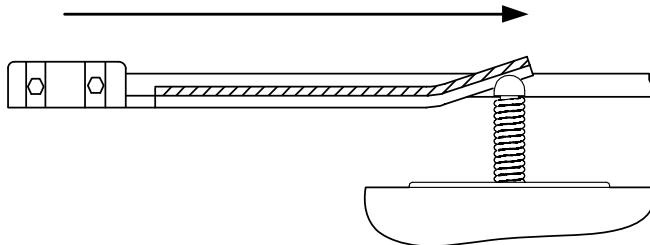

Рисунок 9. Кронштейн концевых положений
- Расположите соответствующий кронштейн (рис. 9) на зубчатой рейке таким образом, чтобы его изогнутая пластина нажимала пружинный рычаг привода, воздействующий на рычажок электромеханического выключателя, вызывая его срабатывание. Учтите возможность небольшого перемещения створки (20...30 мм) после срабатывания